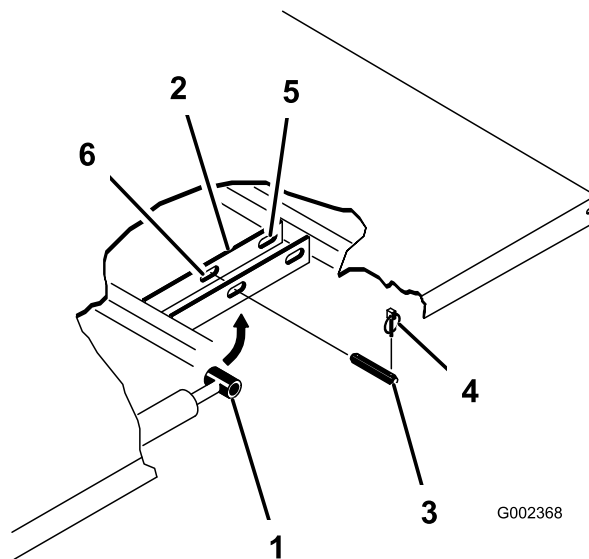

Figura 22
4. Retire os passadores de forquilha que prendem as extremidades da haste do cilindro nas placas de montagem da plataforma, empurrando os passadores para dentro (Figura 22).
5. Retire os pinos de sujeição e os passadores de forquilha que prendem os apoios articulados nos canais da estrutura (Figura 22).
3. Retire os pinos de sujeição das extremidades exteriores dos pinos de forquilha da haste do cilindro (Figura 22).